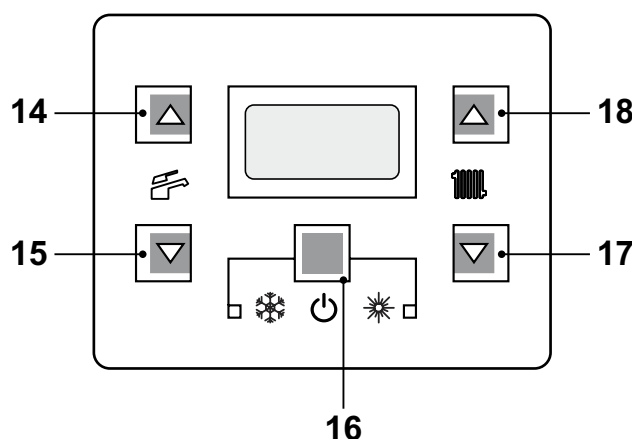
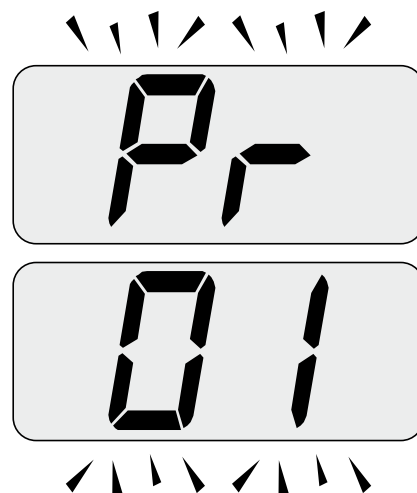
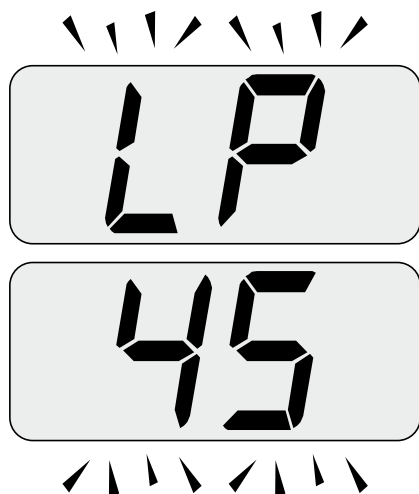
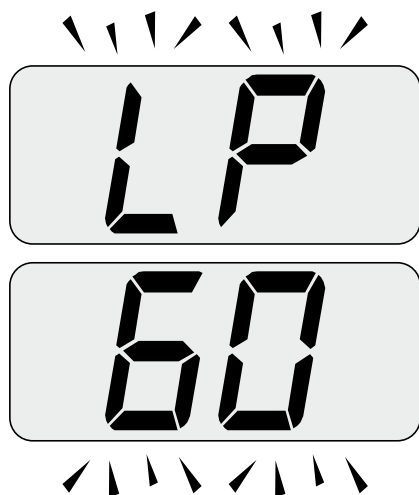

Figura 7.2
Figura 7.3
Figura 7.4
Figura 7.7
- Entrare in "modalità programmazione" premendo contemporaneamente per 10 secondi i tasti 16 - 17 - 18 (Figura 7.2) fino a far apparire sul display LCD le lettere **Pr** che si alternano con il codice **01**, indicanti l'entrata nel "parametro 01"(Figura 7.3).
- Premere contemporaneamente i tasti 17 e 18 (Figura 7.2) fino a far apparire sul display LCD le lettere **LP** che si alternano con il valore di temperatura dell'acqua di riscaldamento (es. **45**), indicanti l'entrata nell'attivazione della "funzione spazzacamino" alla potenza minima (Figura 7.4).
- Premere il tasto 17 (Figura 7.2) fino a far apparire sul display LCD le lettere **LP** che si alternano con il valore di temperatura dell'acqua di riscaldamento (es. **60**), indicando l'entrata nell'attivazione della "funzione spazzacamino" alla potenza minima in sanitario (Figura 7.7).
2 secondi il tasto 16 (Figura 7.2) fino a far apparire sul display LCD il simbolo  (Figura 7.8).